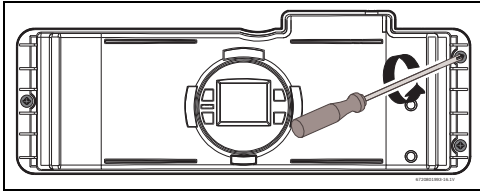
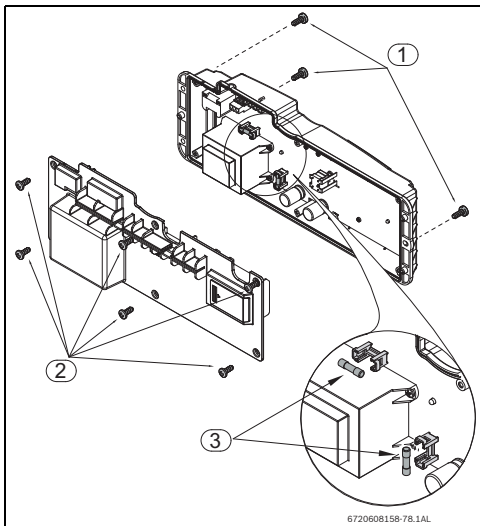

Fig. 57
Fig. 58 Ubicazione dei fusibili
- ▶ Svitare le tre viti nella parte frontale della centralina elettronica (Fig. 57 + Fig. 58, pos. 1).
- ▶ Rimuovere la centralina elettronica per accedere alle sei viti, presso la parte posteriore e svitarle (Fig. 58, pos. 2).